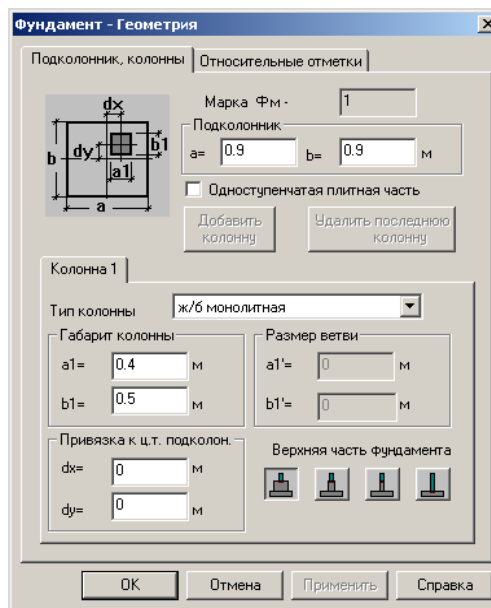

Рис.8.2.4. Окно диалога **Фундамент – Геометрия** (закладка **Подколонник, колонны**)
- В открывшемся окне диалога **Фундамент – Геометрия** (рис.8.2.4) выполните следующие действия: